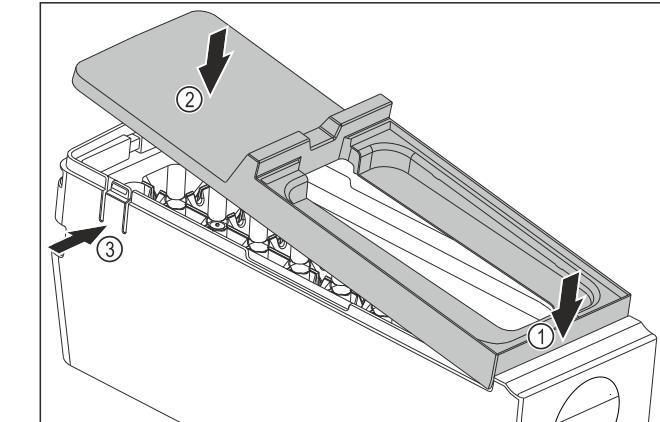

Fig. 146
- Монтаж на капака на корпуса на EasyTwist-Ice: Поставете капака отпред. Fig. 146 (1)
- Спуснете капака отзад. Fig. 146 (2)
- Капакът се фиксира с щракване в двете езичета Fig. 146 (3).